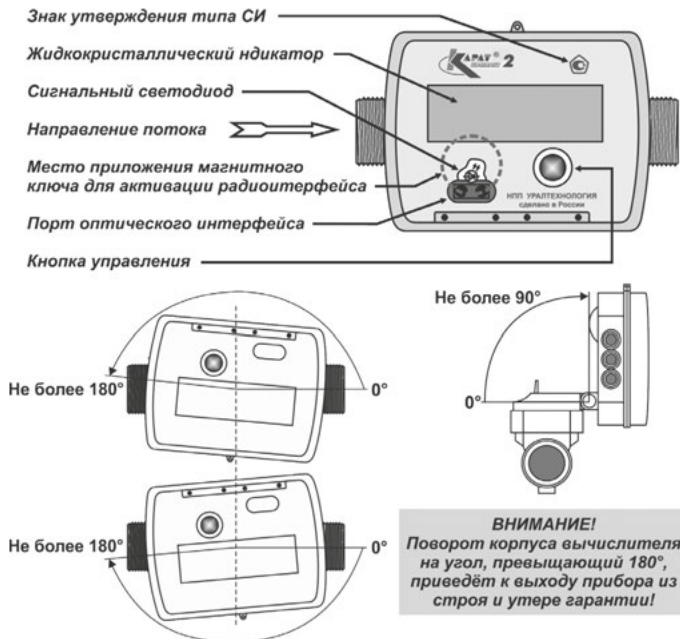

Рисунок 5 – Внешний вид вычислителя теплосчетчика
Вычислитель определяет количество потребленной абонентом тепловой энергии. Состоит из корпуса и узла электроники, компоненты которого размещаются на печатной плате, расположенной внутри корпуса прибора. Корпус конструктивно выполнен с возможностью его регулирования по отношению к УПР в горизонтальной (поворот не более $\pm 180^\circ$) и вертикальной (поворот не более 90°) плоскостях, что обеспечивает удобство визуального считывания показаний прибора. На лицевой (передней) панели вычислителя размещаются: жидкокристаллический индикатор, порт оптического интерфейса, кнопка управления просмотром данных, смотрите рисунок 5.
- уставить оптоголовку IrDA на порт оптического интерфейса теплосчетчика (смотрите рисунок 5);
- произвести **продолжительное нажатие** (раздел 2.3) кнопки управления теплосчетчиком (рисунок 5).
- поднести магнитный ключ к месту его приложения и дождаться разового кратковременного (~0,1 секунды) мигания сигнального светодиода, смотрите рисунок 5;